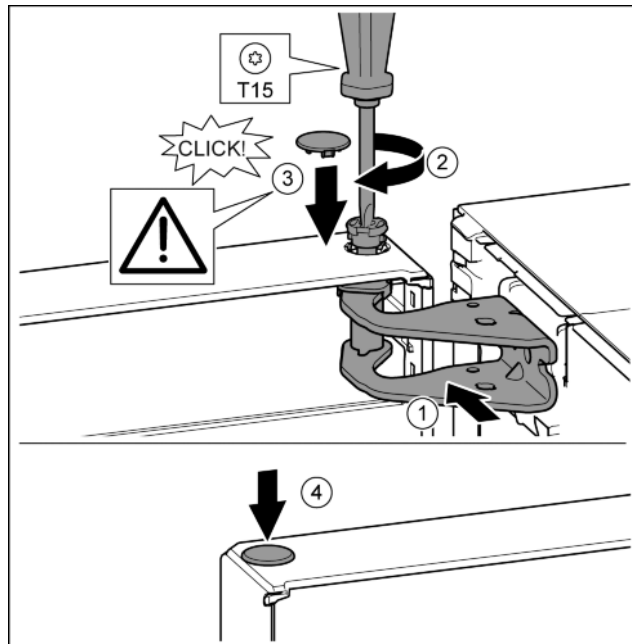

Fig. 24
- Aliniați ușa sus spre deschizătură în suportul de lagăr. *Fig. 24 (1)*
- Introduceți bolțul și înșurubați-l ferm cu șurubelnița T15. *Fig. 24 (2)*
- Montarea capacului de siguranță pentru siguranța ușii: Introduceți capacul de siguranță și controlați dacă este așezat pe ușă. În caz contrar, introduceți complet bolțul. *Fig. 24 (3)*
- Introduceți dopul. *Fig. 24 (4)*